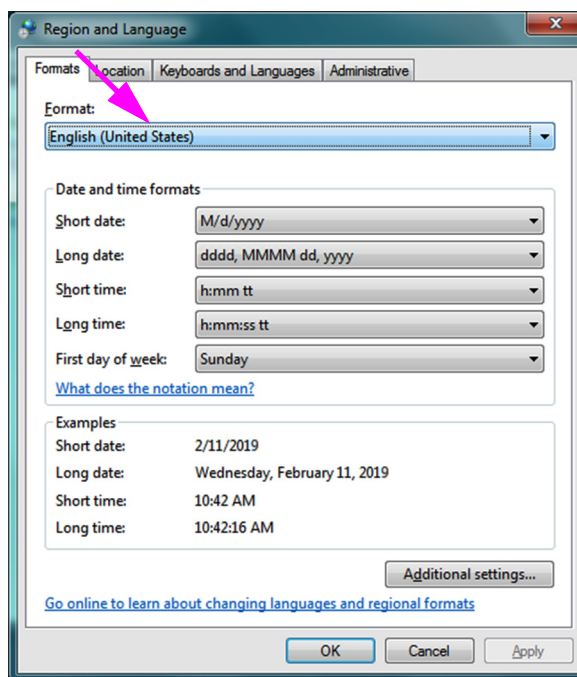

Figura C-15. Ventana desplegable Region and Language (Configuración regional y de idioma) - ficha Formats (Formatos)
5. Aparece la pantalla Region and Language (Configuración regional y de idioma) (consulte la Figura C-15).